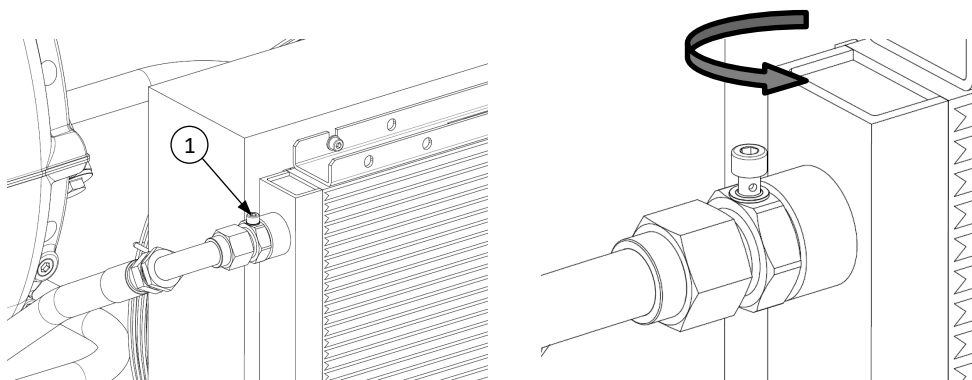

fig.17
Si aucune pression n'est détectée sur le manomètre, pos.b, après ce délai, purger l'air du circuit en ouvrant la vis d'évent présente sur le raccord du conduit de refoulement de l'échangeur (pos. 1 fig. 17)